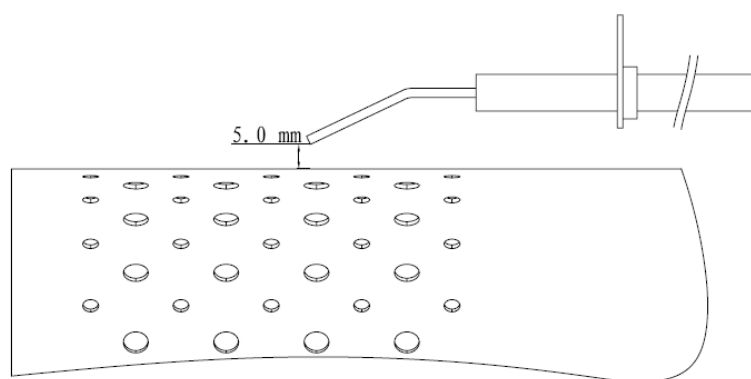

Figura 5
- 4.5.2. Verificați poziția electrodului de pornire (vezi Figura 5).